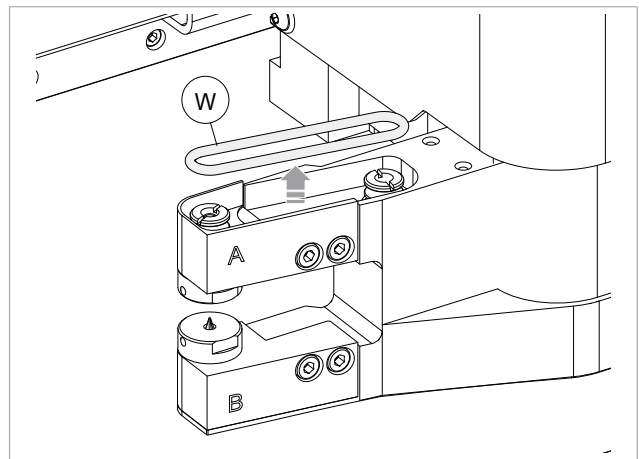

Bild 135
- 4) Die 3 Schrauben (T3) entfernen und die Abdeckung (T4) abnehmen, um Zugang zum Riemen (W) zu erhalten.
- 5) Den abgenutzten oder defekten Riemen entfernen (Bild 135).